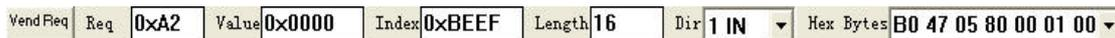

图 3.4 厂商请求
(4) VendReq 厂商请求，见图 3.4，CYPRESS 定义了两个有用的厂商请求，读写 EEPROM 和 RAM，请求格式包括请求 Req (0xA2 是读写 EEPROM，0xA3 是读写 SRAM)，请求值 Value (表示读写的初始地址)，索引 Index(这里没有用到)，Length (数据长度)，Dir (IN 或 OUT)，Hex Bytes (只有 DIR 是 OUT 时有意义，表示要写入的数据)，在执行请求先要下载固件 Vend_ax。